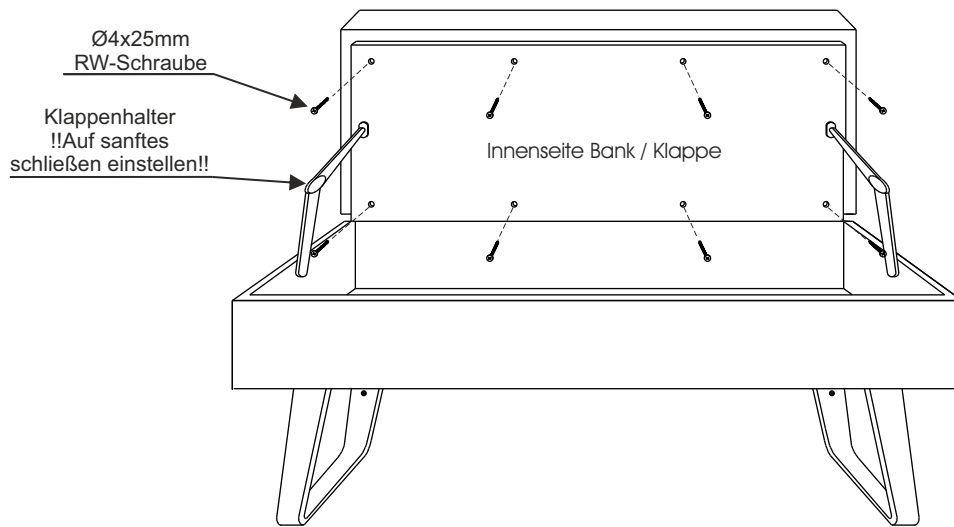

Abb. 3
7. Stellen Sie, durch drehen der Stellschraube am Klappenhalter, diesen so ein, dass die Klappe beim Schließen sanft nach unten fällt. (Abb. 3 / 4)